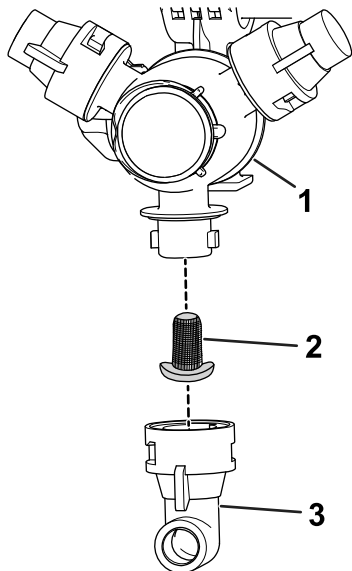

Figure 32
2. Déposez la buse de la tourelle de pulvérisation (Figure 32).
3. Déposez le filtre de buse (Figure 32).
5. Montez le filtre de buse (Figure 32).
6. Montez la buse sur la tourelle de pulvérisation (Figure 32).